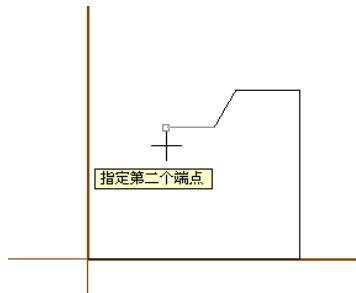

图 3-40 绘制第四条直线
- 06 系统提示“指定第二个端点”，在“长度”按钮 L 后面的输入框中输入第一条直线的长度为 20，并按回车键；在“角度”按钮 A 后面的输入框中输入 240，并按回车键，即可完成第四条直线的绘制，结果如图 3-40 所示。